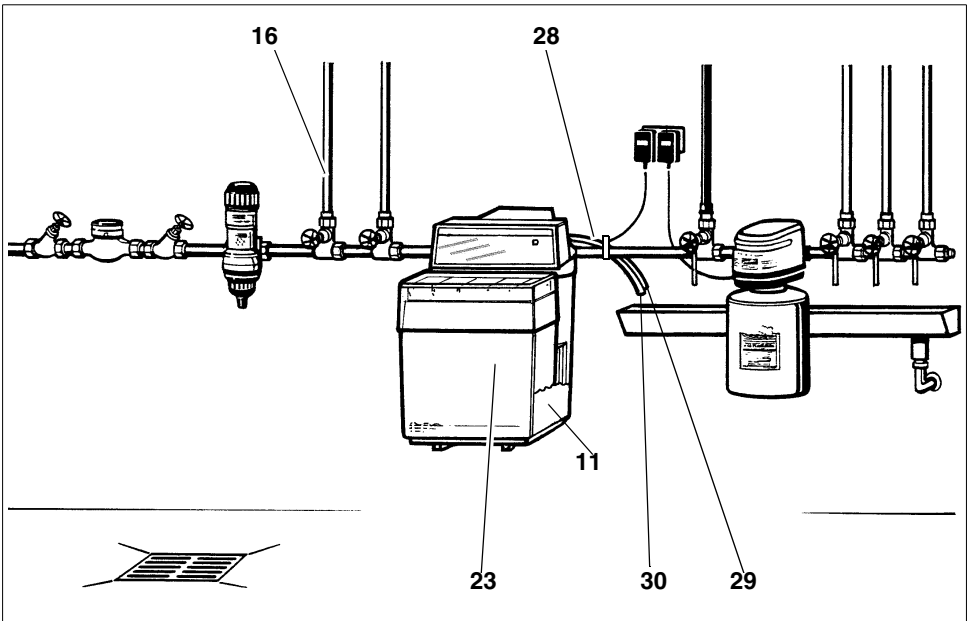
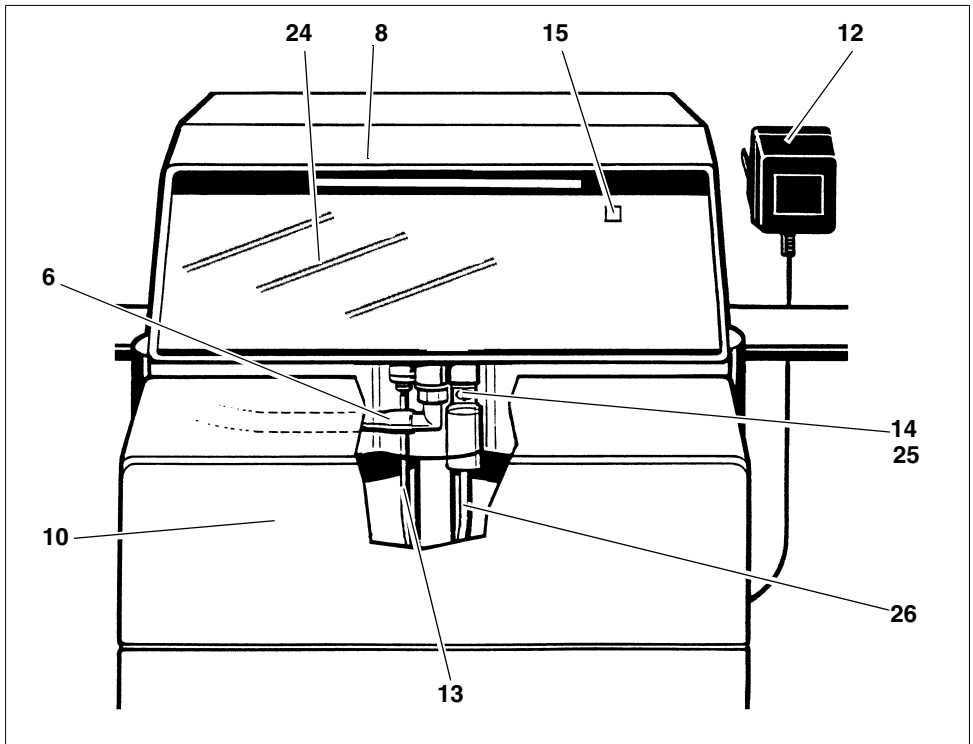
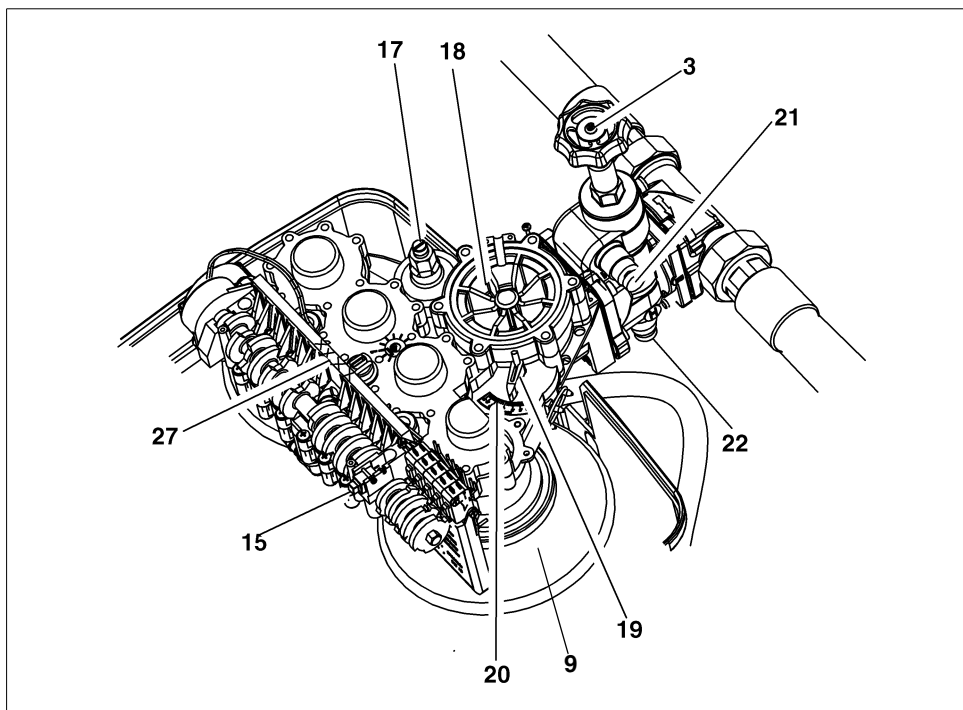

Abb. 9: Einbaubeispiel
Abb. 10: Funktionsbeschreibung
Abb. 11: Steuerung (ähnliche Abbildung)
In den Filterbehältern wird das Wasser vollständig enthärtet. Daher wird diesem Weichwasser über die Stellschraube der Verschneidung (17) im Steuerkopf eine entsprechende Menge an unbehandeltem Rohwasser zugemischt, um so die gewünschte Mischwasserhärte zu erhalten. (siehe Kapitel „Einstellung der gewünschten Mischwasserhärte“) (siehe Abb. 9, Abb. 10 und Abb. 11).